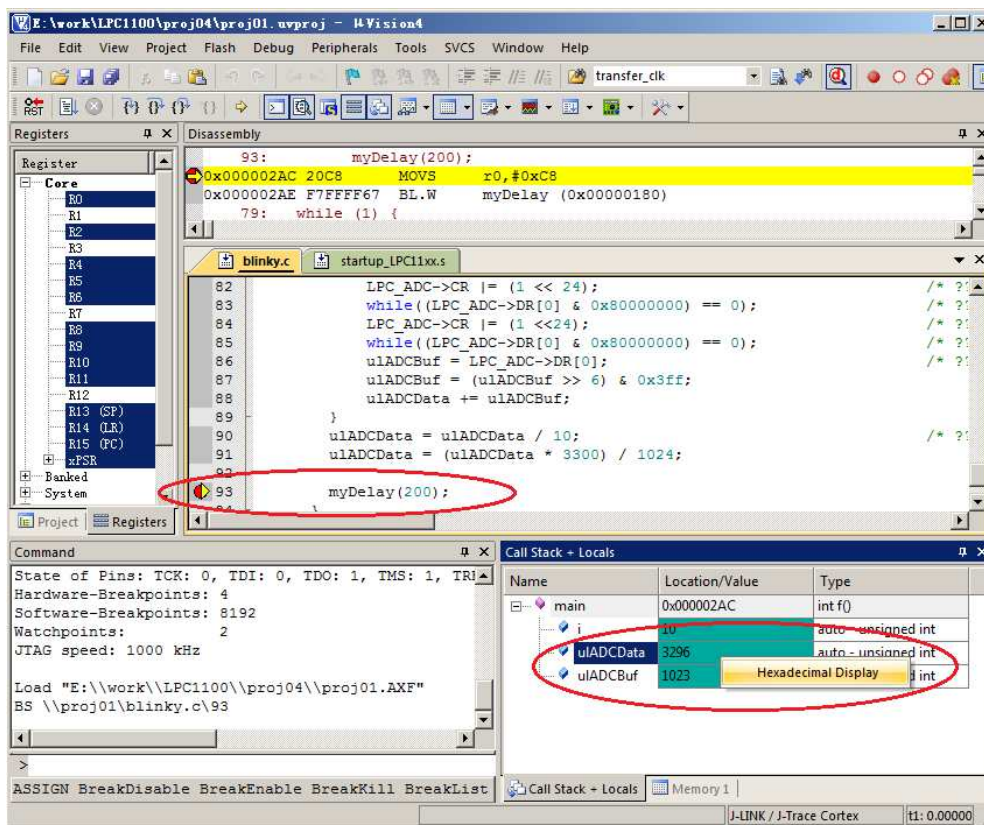

图 4-3 断点设置和局部变量观察窗口设置
(4) 编译链接工程。连接实验板，进行仿真调试。单步运行程序，并旋转改变滑动变阻器的阻值，观察采集到的原始值和计算后电压数值的变化。
(5) 在局部变量查看窗口右键菜单中去掉十六进制显示，即以十进制数显示电压值。如图 4-3 所示。